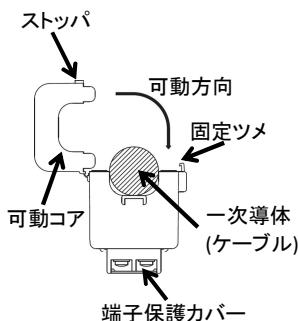
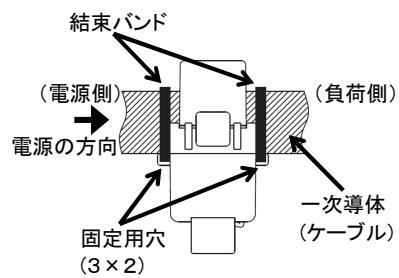

図1
図3
- 1) 可動コアの固定ツメを押し、噛み合わせをはずして可動コアを開いてください(図1)。電流センサの取付け方向(図3の電源側, 負荷側)を間違えないようK, Lの記号を確認して、ケーブルを下からぐらせます。
- 3) 結束バンドにより電流センサをケーブルに固定します(図3)。